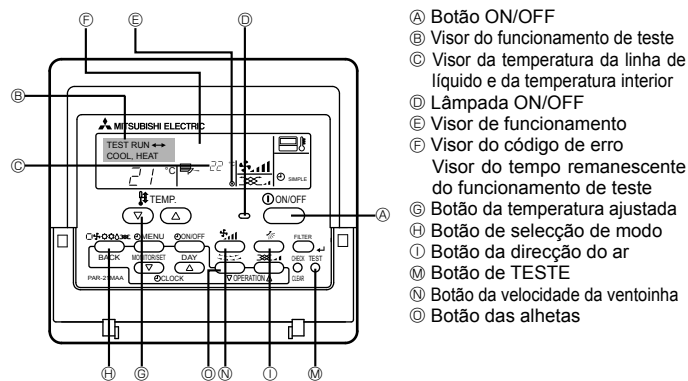

Fig. 6-1
6. Ensaio (Fig. 6-1)
Utilizar o controlo remoto com fio (Fig. 6-1)